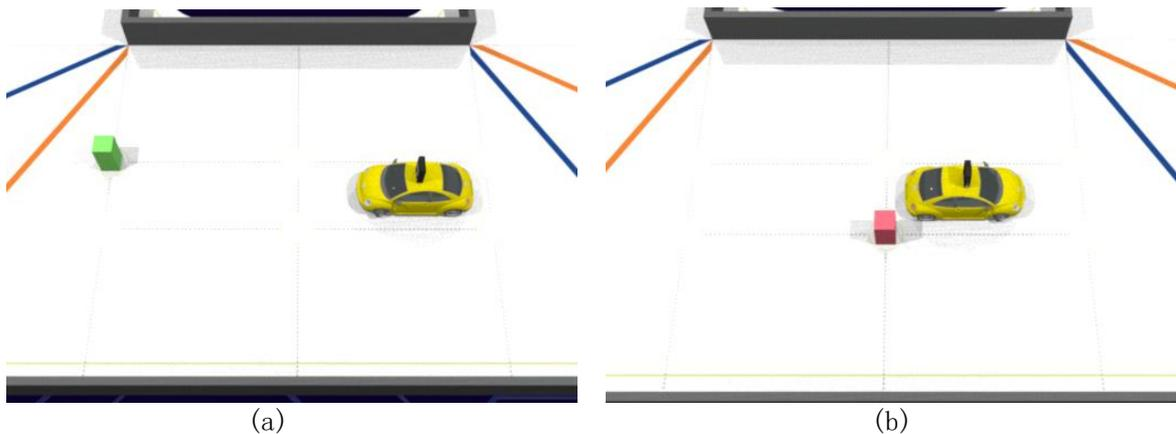

图 13. 根据障碍物的位置选择起始区域的位置。(a) 图中车辆的行驶方向为顺时针。(b) 图的行驶方向是逆时针。
- 9.18. 车辆必须从红色柱子所代表的交通标志的右侧通过（图 13 中的图片（a）），从绿柱所代表的交通标志的左侧通过（图 13 中的图片（b））。